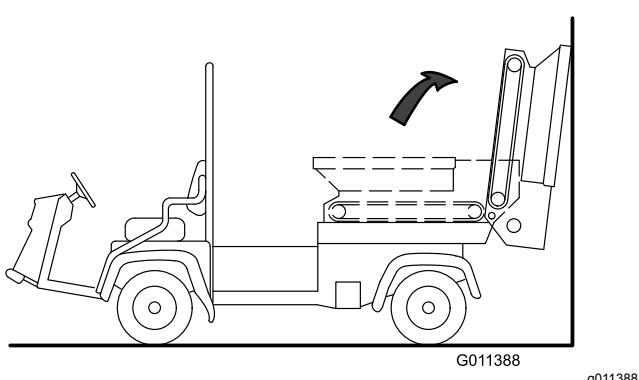

Figura 33
5. Ruotate la tramoggia all'indietro e appoggiate la a una parete, scala, ecc. Non appoggiate la alla parte posteriore della macchina, in quanto potrebbero prodursi danni alla spazzola o agli accoppiatori idraulici (Figura 33).
Importante: Accertatevi che la tramoggia sia ruotata oltre il centro e/o fissata a una parete o a un palo per evitarne la caduta accidentale sull'area di lavoro (Figura 33).